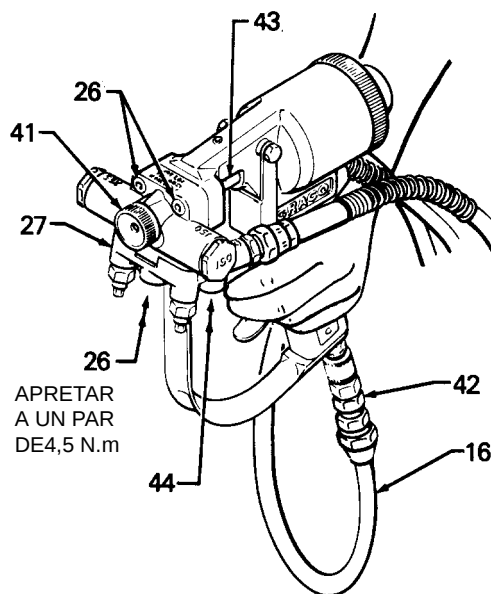

Fig. 12
- k. Utilizar la llave de 3/16" (25) para instalar los dos pernos (26) firmemente dentro del alojamiento de la tobera (par: 40 pie-lb 4,5 N.m). Ver Fig. 12.
- l. Enroscar el casquete neumático (41). Conectar la manguera neumática del conjunto de la manguera calentada al casquillo de entrada (42) de la pistola. Ver Fig. 12.
- n. Instalar la cubierta de plástico (43) alrededor de la parte expuesta del conjunto aguja para evitar que se acumule espuma en exceso de la pulverización en la aguja. Ver Fig. 12.
12. **Conexión de las mangueras de fluido al múltiple de la pistola de pulverización.** Ver Fig. 12.
- a. El múltiple (27) tiene cuatro lumbreras de entrada, dos de las cuales están obturadas con tapones de soporte (44). Cambiar la posición de los tapones para dirigir las mangueras directamente hacia abajo desde el múltiple si así se desea.